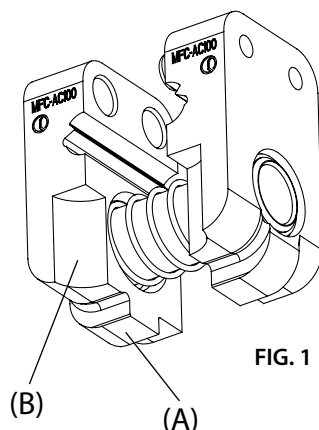

FIG. 1
- By releasing the Locking Handle (17) the dies open and release the wire/conductor.
2.5) Inserting the die set (Ref. to Figs. 1 e 2)
- Débloquer la poignée (17); les matrices s'ouvrent et le conducteur est libéré.
2.5) Introduction du bloc-matrices (Voir Fig. 1 et 2)
- Extraire l'axe (02) et introduire le bloc-matrices à l'intérieur de la tête par le haut de façon à ce que du les guides (A) se placent dans la gorge du fond de la tête et que les dégagements (B) sur le devant des matrices soient tournés vers la lame (10).
- Introduire l'axe (02) à fond jusqu'à la butée.